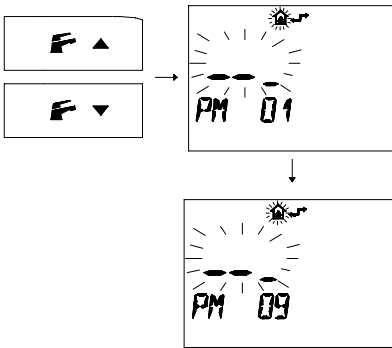

fig. 9.15
- 3 Premere i pulsanti o per visualizzare la programmazione "PM 09" modo spazzacamino (fig. 9.15)